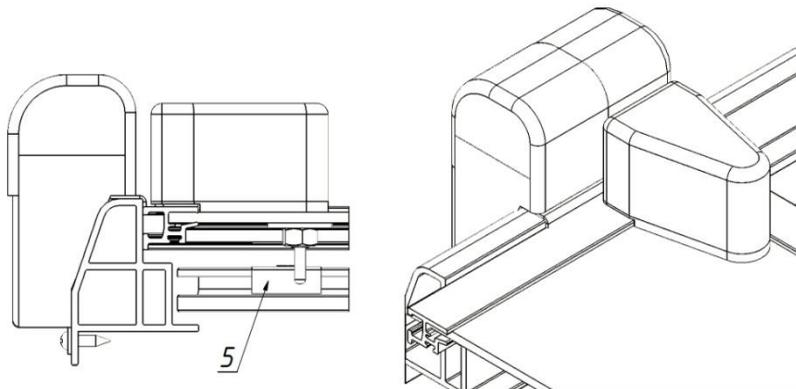

Рис.4
6. Проверить работоспособность установленного замка вместе с ригелем. Установка завершена. (Рис.4)